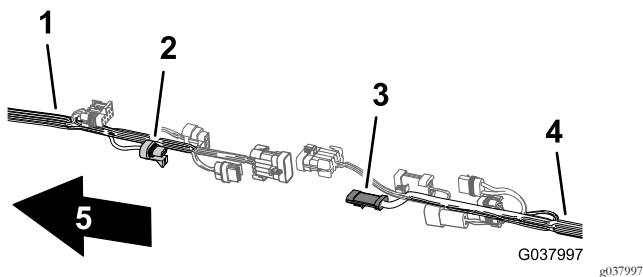

Рисунок 107
3. Подсоедините 3-гнездовой соединитель переднего жгута проводов расходомера к 3-штыревому соединителю заднего жгута проводов расходомера (Рисунок 107).